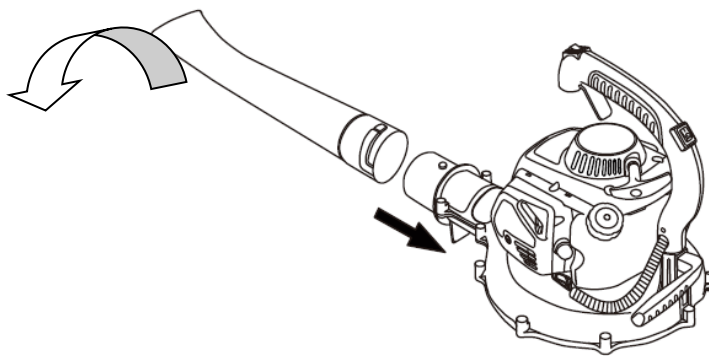

Abb. 2
### MONTAGE DES LAUBBLÄSERS (Abb. 2)
1. Befestigen Sie das Blasrohr am Rohranschluss des Gerätes. Richten Sie dazu die Aussparungen am Blasrohr an den erhöhten Vorsprüngen des Rohranschlusses aus. Schieben Sie dann das Blasrohr auf den Rohranschluss und drehen Sie es, um es zu sichern. (Abb. 2)